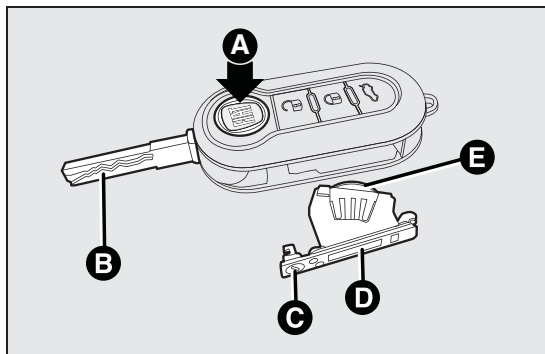

fig. 5
- ☐ druk op knop A fig. 5 en klap de metalen baard B fig. 5 uit;
- ☐ draai de schroef C fig. 5 in stand  met behulp van een kleine schroevendraaier;
- ☐ trek de batterijhouder D fig. 5 naar buiten en vervang de batterij E fig. 5, let daarbij goed op de polariteit;